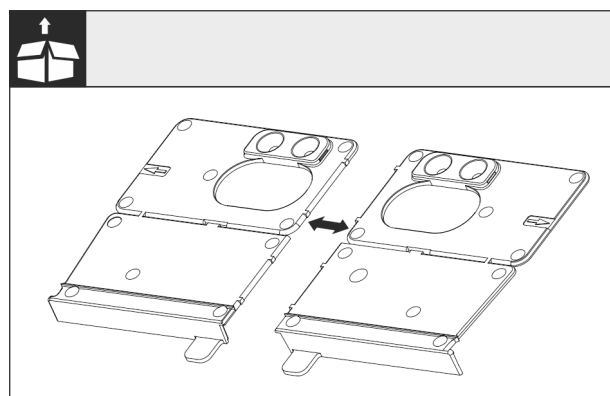

Fig. 27
► Отделите дно монтажного угла Fig. 27 () на перфорации.